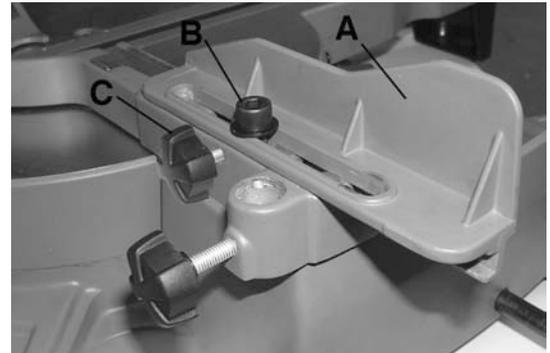

Figure 7
Cette scie à onglets vient avec un guide arrière qui comprend deux extensions (A) Fig.7 qui glissent vers l'extérieure pour fournir du support additionnelle pour vos pièces de travail plus longues. Pour coupes en biseau, ces extensions de guide doivent être placés vers l'extérieure pour ne pas interférer avec le boîtier du moteur ou le protège-lame. Pour ajuster la position des extensions;
1. Désérrez le boulon à tête cylindrique (B) en utilisant la clé hexagonale fournie.
2. Désérrez le bouton de verrouillage (C).